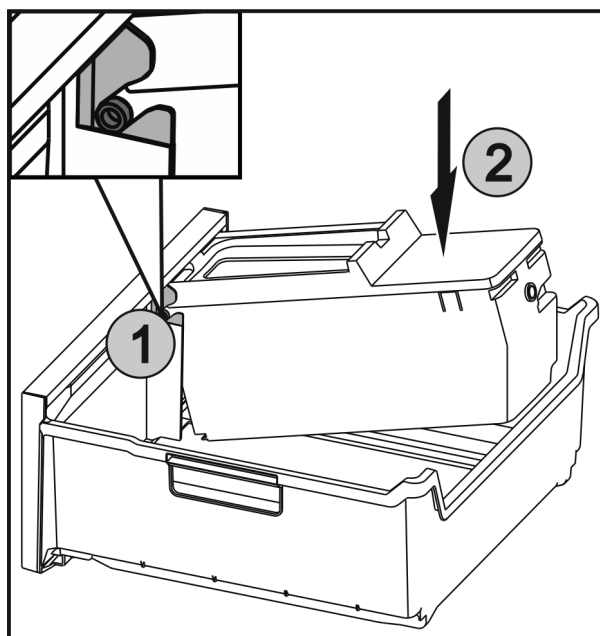

Fig. 42
- ▶ Inserire gli assi Fig. 42 (1) di EasyTwist-Ice nelle guide e premere la parte posteriore Fig. 42 (2) finché la linguetta non si innesta.